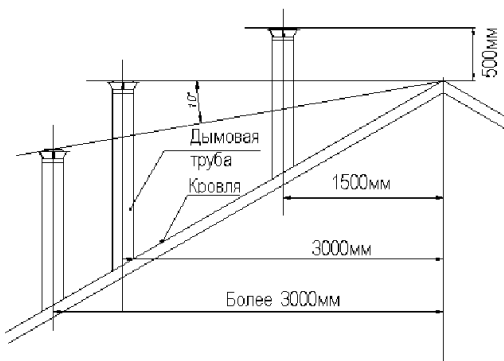

Рис. 1.
3.8. Возвышение дымовых труб над кровлей следует принимать: (см. рис. 1)